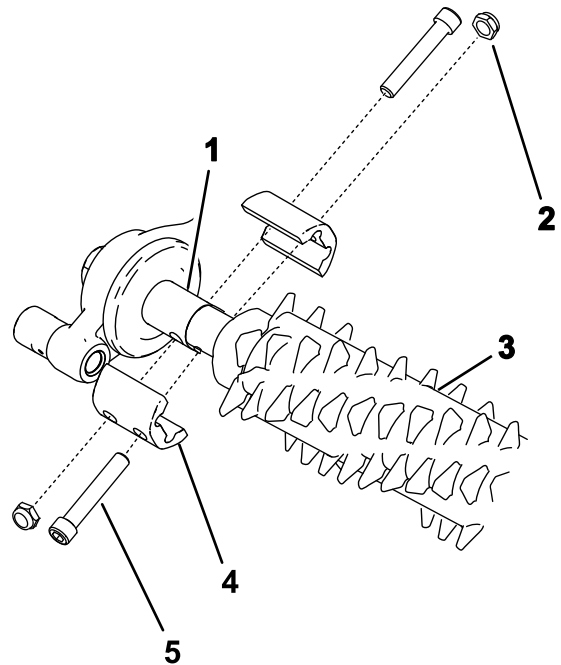

Bild 17
2. Fluchten Sie die Groomingspindel mit dem Groomerantrieb und der Spannscheibe aus (Bild 17).
3. Befestigen Sie den Groomer an der Maschine, wie in Bild 17 abgebildet, und ziehen Sie die Schrauben an.